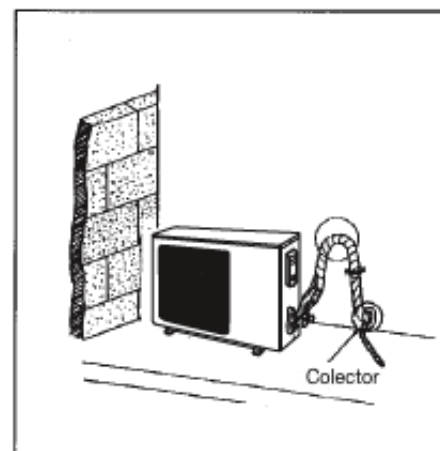

Figura 16
(2) Si la unidad de exterior está instalada más arriba que la unidad de interior (ver Figura 16)